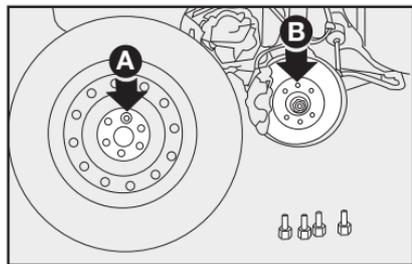

fig. 20
7) Montar a roda sobressalente, encaixando os furos **A-fig. 20** com os respectivos pinos **B**;